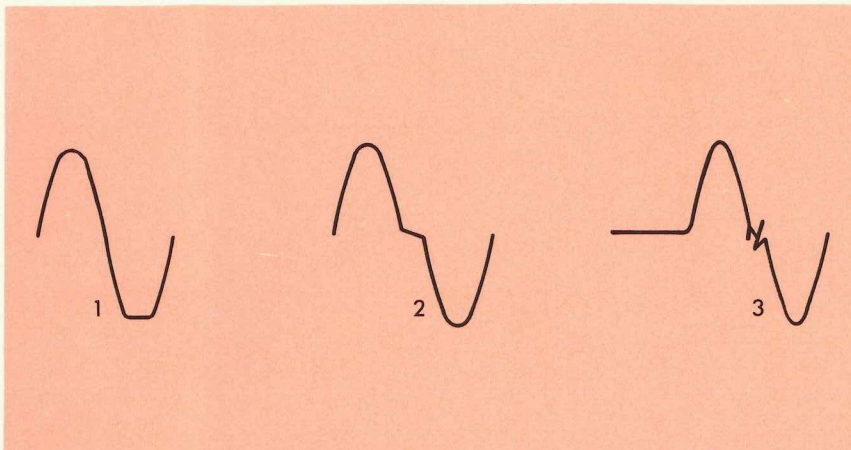

Fig. 5 - 1) Clippaggio asimmetrico visibile alla massima potenza. 2-3) Distorsione d'incrocio visibile alla minima potenza.
Portare l'attenuatore al massimo ed osservare la figura che appare sullo schermo. Se l'onda si vede come in fig. 5 (1) bisognerà regolare R10 fino a far scomparire ogni segno di tosatura sulle creste dell'onda. Se l'onda si vede come in fig. 5 (2 o 3) significa che esiste distorsione di incrocio. Regolare quindi R50 fino a far scomparire la distorsione, badando a non eccedere per non aumentare troppo la corrente di riposo.